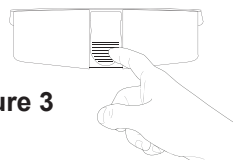

Figure 3
2. Appuyez sur le verrou de dé-gagement du godet à poussière (Figure 3) afin d'ouvrir le godet et de le vider facilement. Remettez le godet en place dans la tête du balai-aspirateur à vapeur en appuyant fermement.